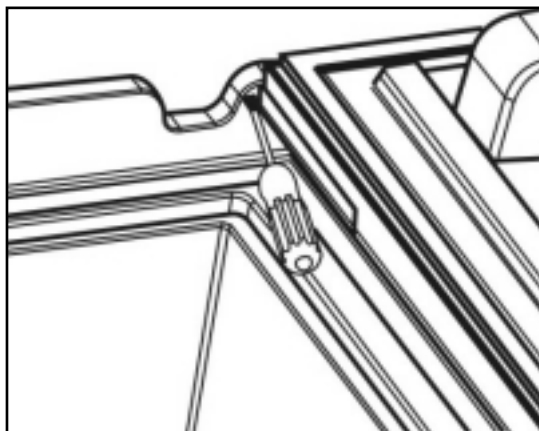

Figure 10.
- Démontez les 6 vis (1) du cadre inférieur, puis retirez le cadre.
- Ouvrez la porte, puis retirez l'axe de la charnière (2) de la charnière supérieure en utilisant un tournevis, puis appuyez sur l'axe pour le faire sortir. (fig. 10)
- Retirez l'axe de la charnière inférieure (3) et les supports supérieur et inférieur de charnière (4) en procédant de la même manière que pour l'axe de la charnière supérieure.
- Fixez l'axe de la charnière (3) inférieur du côté désiré.
- Remplacez la rondelle et la porte, puis appuyez sur l'axe de la charnière supérieure (2).
- Placez également les deux supports de charnière (4).